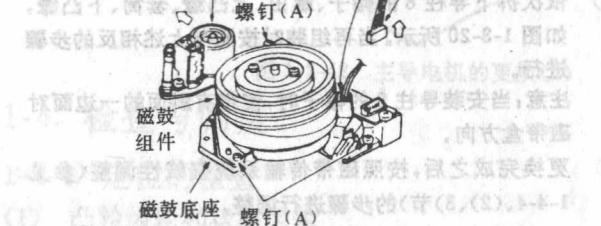

图 1-3-17 鼓组件的更换
- ① 拔掉磁头联接插头、鼓电机联接插头和潮湿传感器加热器(图 1-3-17)。
② 拆下三个螺钉(A)。
③ 拆下磁鼓组件。
注意：在这种情况下，阻尼轮应沿着图 1-3-17 中空心箭头的方向移开。